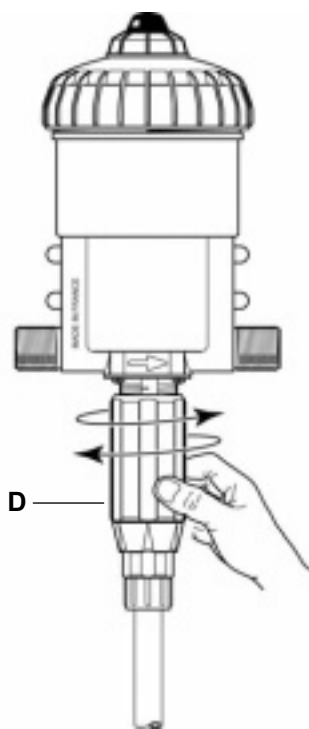

Рис. 9
- Завинтите или отвинтите регулировочную втулку (см. Рис. 9-D) для установки верхней части втулки на нужную отметку дозирования.